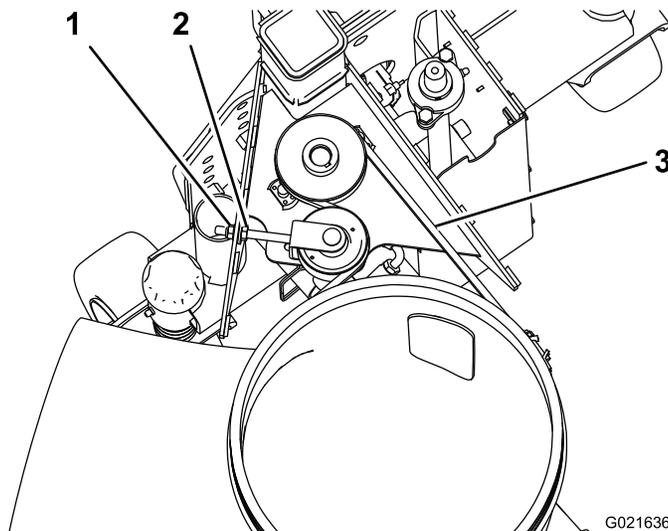

図 28
1. ベルトのスパンの一番長い部分の中央を約 30 N-m (10kg) の力で押して調べる（図 28）。ベルトのたわみが 4.8 mm 程度あれば適正とする。たわみの量が適正でない場合は以下の手順へ進む。適正であれば調整は不要である。
2. ベルトの張りを強くするには、六角ナットをゆるめてフランジナットを締め付ける（図28）。締め付けすぎないように注意すること。